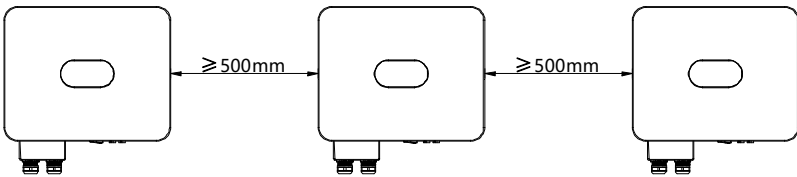

图 4.5 并排安装尺寸要求
(3) 安装多台逆变器时，需要在逆变器之间预留一定的间距，左右间距如图 4.5 所示，同时逆变器上下部分均需留出足够的距离，以便确保其散热良好。